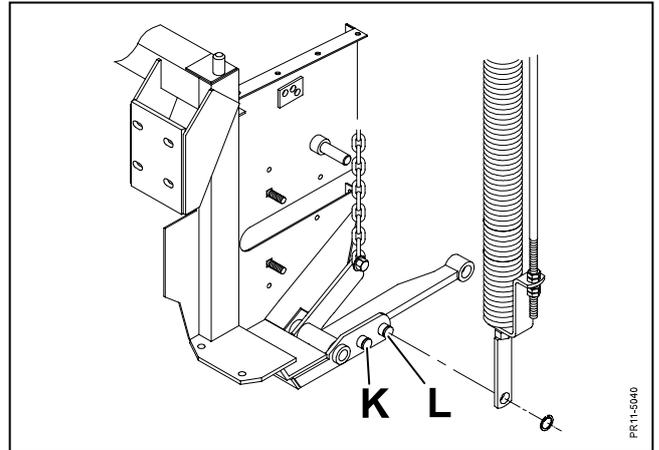

Fig. 3-16
- Fig. 3-16** Falls das Schneidwerk eine deutliche Tendenz zeigt, nach hinten zu kippen, kann das Problem auf zwei Weisen gelöst werden.